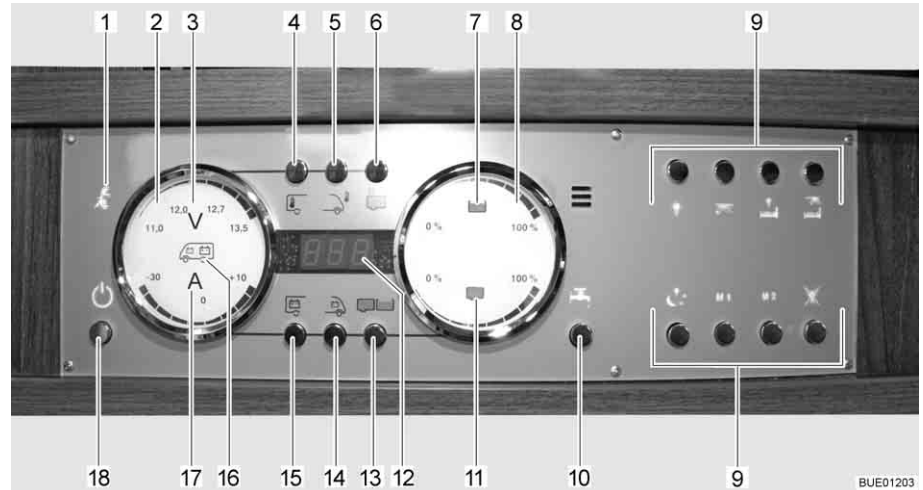

Bild 133 Panel LT 510
Die 230-V-Kontroll-Leuchte (Bild 133,1) leuchtet, wenn am Eingang des Elektroblocks Netzspannung vorhanden ist.
Der 12-V-Hauptschalter (Bild 133,18) schaltet das Panel und die 12-V-Versorgung des Wohnraums ein und aus.
- Taste 12-V-Versorgung (Bild 133,18) kurz drücken. Die 12-V-Versorgung des Wohnraums ist eingeschaltet. Die Kontroll-Anzeige "12 V" leuchtet.
- ▷ Wenn nach dem Einschalten die LED "11,0" der Voltanzeige sowie das Symbol Volt "V" (Bild 133,3) im Anzeigeelement Batterien (Bild 133,2) blinken, dann ist die Spannung der Wohnraumbatterie zu gering. Batterie laden.
- ▷ Wenn nach dem Einschalten die Kontroll-Anzeige "12 V" und das Symbol Volt "V" (Bild 133,3) dreimal blinken, dann ist die Batterietrennung aktiviert. Batterietrennung deaktivieren.
- Taste 12-V-Versorgung (Bild 133,18) kurz drücken. Die 12-V-Versorgung des Wohnraums ist ausgeschaltet. Die Kontroll-Anzeige "12-V-Versorgung" erlischt.
- Taste Wohnraumbatterie (Bild 133,15) drücken und ca. 10 Sekunden lang gedrückt halten. Das Symbol Volt "V" (Bild 133,3) und die Kontroll-Anzeige "12 V" blinken dreimal. Die Wohnraumbatterie ist vom 12-V-Bordnetz getrennt.
- Taste 12-V-Versorgung (Bild 133,18) drücken und ca. 5 Sekunden lang gedrückt halten. Das Symbol Volt "V" (Bild 133,3) und die Kontroll-Anzeige "12 V" blinken dreimal. Die Wohnraumbatterie ist mit dem 12-V-Bordnetz verbunden. Die Kontroll-Anzeige leuchtet nach ca. 5 Sekunden.
- Taste Wohnraumbatterie (Bild 133,15) drücken. Das Symbol Volt "V" (Bild 133,3) leuchtet. Das Symbol Ampere "A" (Bild 133,17) leuchtet je nach Ladung oder Entladung weiß bzw. rot. Die Batteriespannung und der Strom der Wohnraumbatterie werden über die LEDs im Anzeigeelement angezeigt.
- Taste Starterbatterie (Bild 133,14) drücken. Das Symbol Volt "V" (Bild 133,3) leuchtet. Die Batteriespannung der Starterbatterie wird über die LEDs im Anzeigeelement angezeigt.
- Taste Tanks (Bild 133,13) drücken. Die Symbole Wassertank (Bild 133,7) und Abwassertank (Bild 133,11) leuchten. Die Füllstände des Wassertanks (obere Skala) und des Abwassertanks (untere Skala) werden über die LEDs im Anzeigeeinstrument angezeigt.
Das Symbol Wassertank (Bild 133,7) oder das Symbol Abwassertank (Bild 133,11) blinkt, wenn der Wassertank leer oder der Abwassertank voll ist.